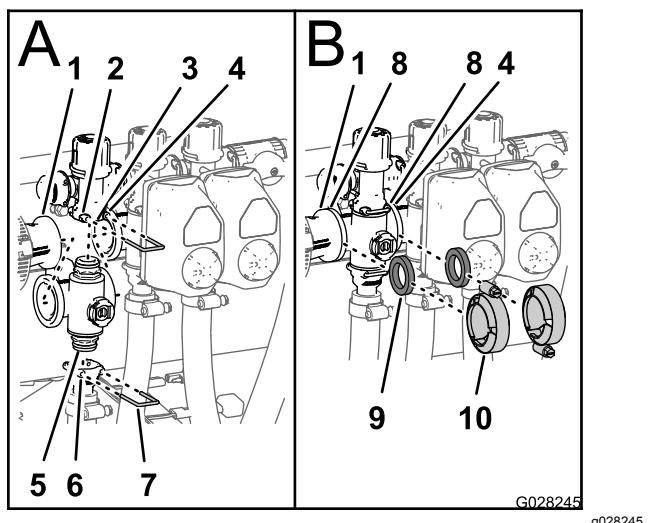

図 88
3. デグチフィッティングを、マニホールドバルブの下側エンドキャップフィッティングに取り付ける図 88; A。
4. エンドキャップフィッティングを出口フィッティングに取り付ける出口フィッティングのソケットにリテーナを差し込んで固定する: 図 88; A。
6. リデューサカップリング、ガスケット、個別ブームバルブマニホールドを組み立ててクランプを手締めする 図 88; B。
7. 一番左側のつの個別ブームバルブを取り付ける場合には、両隣のつの個別ブームバルブのフランジとの間にガスケット1枚を入れる 図 88; B。
8. 各個別ブームバルブ、その両隣の2つの個別ブームバルブのマニホールド、ガスケットを組み立ててクランプを手締めする 図 88; B。